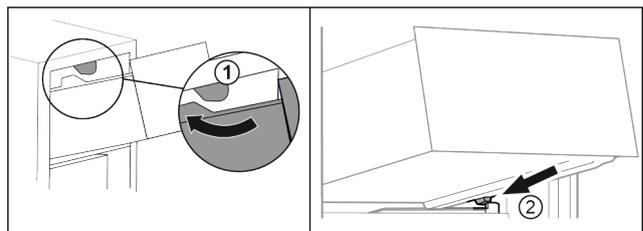

Fig. 21
- ▶ Schubfach um die oberen Stopper herumführen Fig. 21 (1).
- ▶ Schubfach schräg hinter den unteren Stopperrn auf die Behälterrippe aufsetzen Fig. 21 (2).